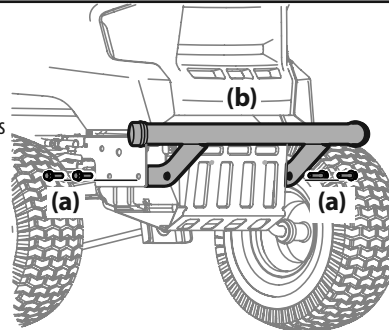

Figura 15
2. Coloque los soportes del paragolpes hacia el interior del bastidor del tractor y fíjelos en su lugar con los cuatro tornillos hexagonales con rebordo (a). Consulte la Figura 15.